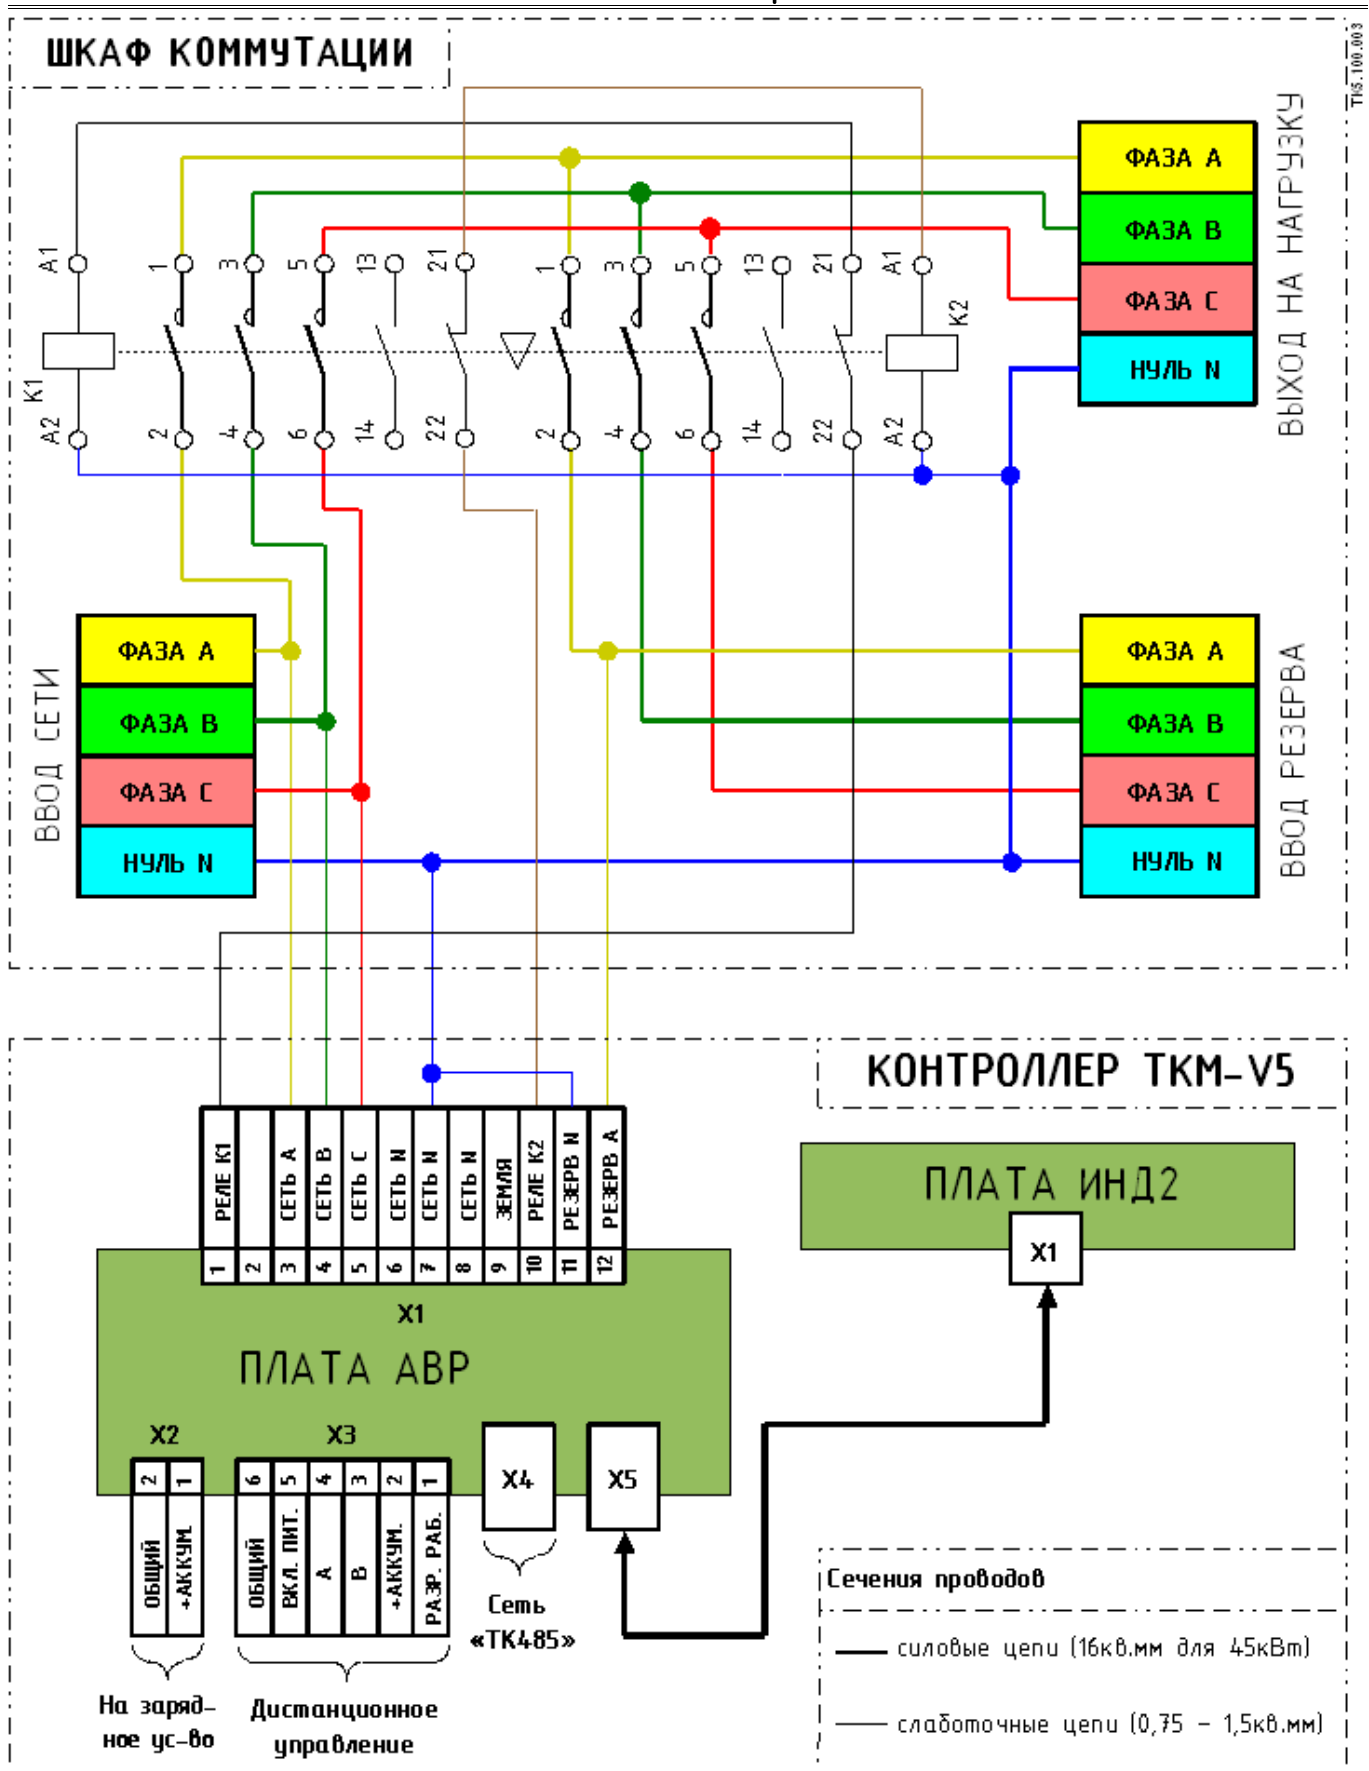

Рис.2. Схема разводки шкафа коммутации и подключения к нему контроллера ТКМ-V5.
7. Если шкаф коммутации не был приобретен в комплекте, то соберите его согласно схеме приведенной на рис. 2.
8. Повесьте шкаф коммутации и контроллер на предполагаемое место установки. Соедините их согласно схеме приведенной на рис.2.